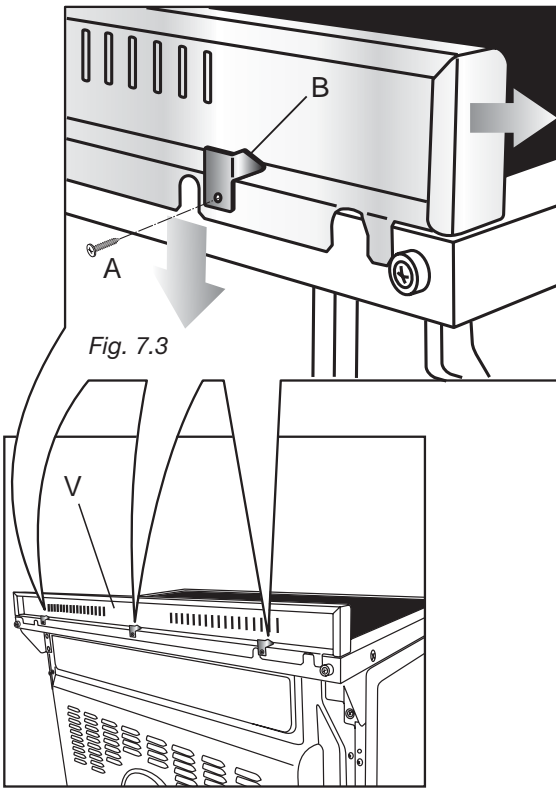

Fig. 7.3
Avant d'installer la cuisinière, assembler la protection arrière "V" (fig. 7.3).
- La protection arrière doit être fixée au haut de la cuisinière à l'aide des trois supports "B" fournis avec l'appareil (cf. fig. 7.3).